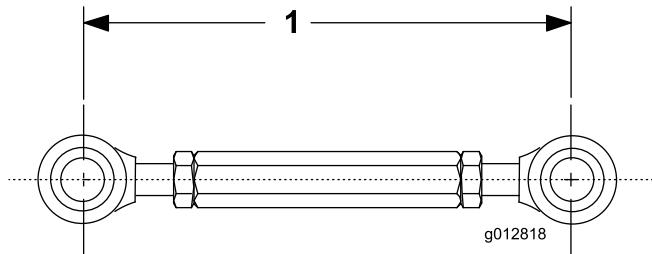

図4
5. ねじ山付きリンクの長さを190mmにセットしてジャムナットを締めつける図4。